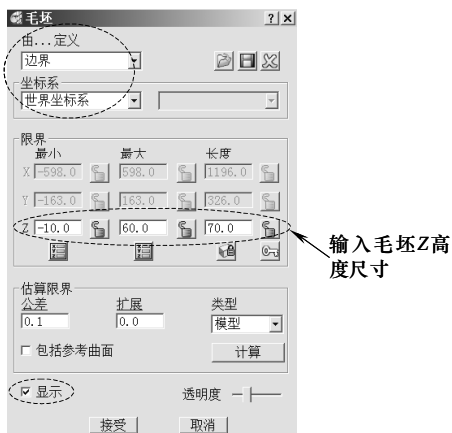
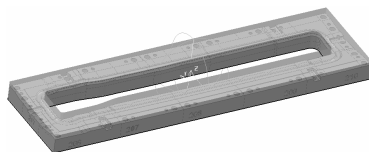

图 8-71 创建边界毛坯
图 8-72 边界毛坯
(2) 由边界创建毛坯 在 PowerMILL “综合” 工具栏中, 单击 “毛坯” 按钮 , 打开 “毛坯” 表格, 按图 8-71 所示设置参数。单击 “接受” 按钮, 关闭该表格。计算出来的毛坯如图 8-72 所示。